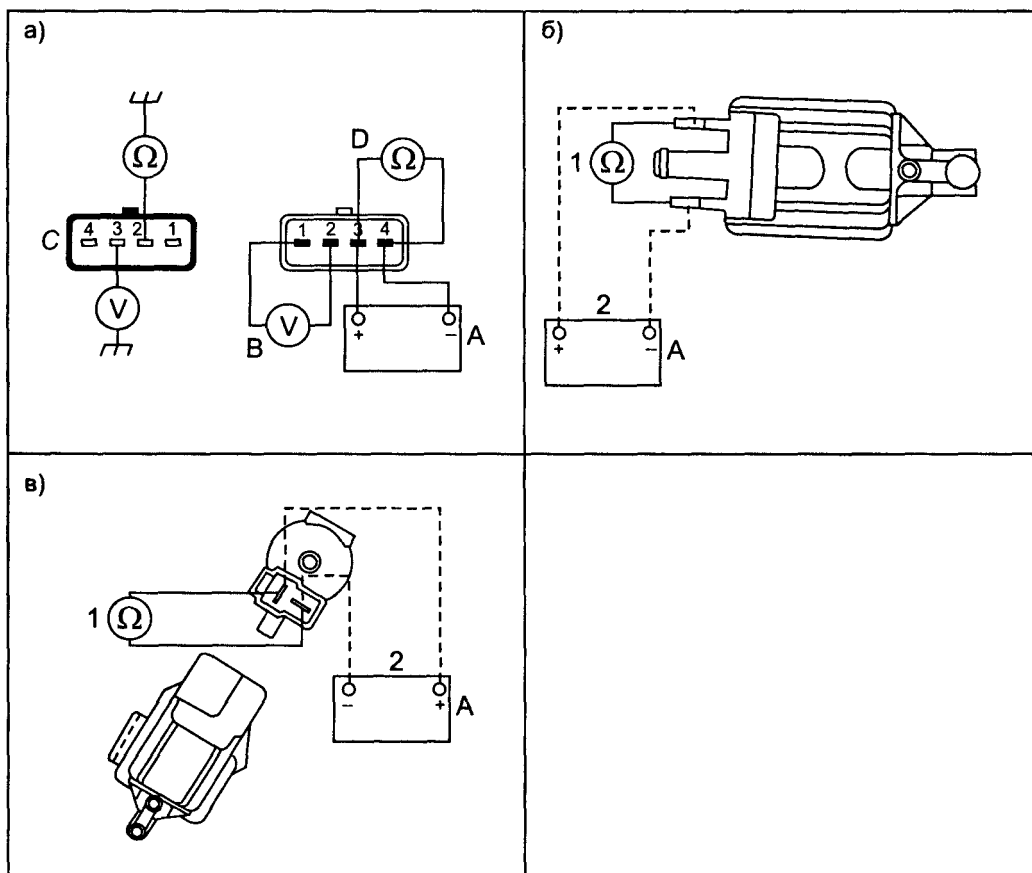

Рис. 2.6.13. Система контроля выпуска
жгута (см. рис. 2.6.13а — С). Если есть несоответствие — проверяют предохранители F2, F15, реле K46 и соответствующие соединения;
- проверяют сопротивление обмотки нагревателя (контакты 3, 4 разъема λ-зонда, см. рис. 2.6.13а — D), его величина должна быть в пределах 7...40 Ом;
- собирают диагностическую схему (см. рис. 2.6.13а);
- проверяют сопротивление обмотки соленоида клапана EGR, контакты 1, 2 разъема клапана (см. рис. 2.6.13б) — его величина должна быть в пределах 62...74 Ом;
- используя внешний источник, проверяют срабатывание клапана EGR. При подключении напряжения +12 В (см. рис. 2.6.13б) клапан закрывается, при отключении — открывается. Для контроля состояния клапана его можно продуть.
- отключают разъем клапана EVAP и проверяют сопротивление обмотки (см. рис. 2.6.13в) — его величина должна быть в пределах 62...74 Ом;